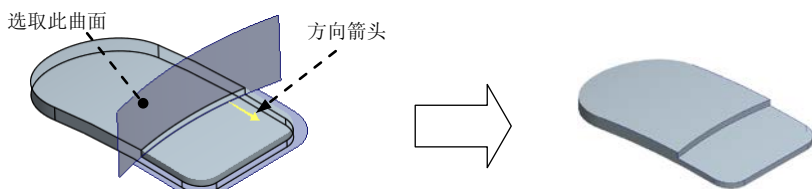

图 6.6.26 创建实体化特征
(1) 选取图 6.6.26 中的曲面为实体化曲面对象。
(2) 单击 **模型** 功能选项卡 **编辑** 区域中的 实体化 按钮, 并按下“移除材料”按钮 。
(3) 确定要保留的实体。单击调整图形区中的箭头使其指向要去除的实体, 如图 6.6.26 所示。
(4) 单击“完成”按钮 , 完成实体化操作。